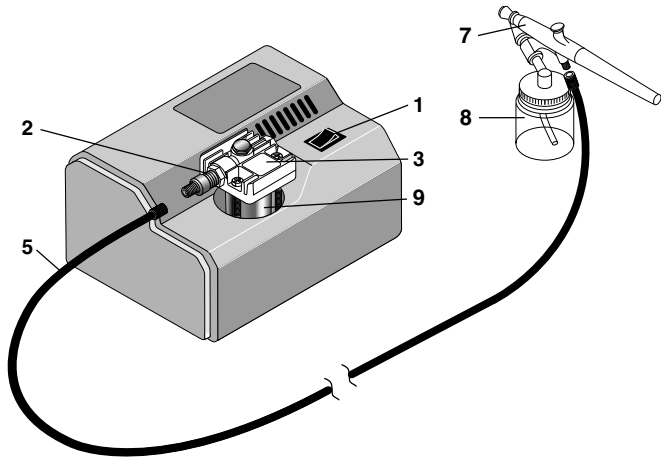

Fig. 1
3. Farbbehälter **8** Fig. 1 an die Airbrush **7** anschließen. Kompressor einschalten.
Nicht den Zylinder **9** Fig.1 berühren.
Den Luftfilter **3** Fig.1 nicht zudecken.
2. Den Farbbehälter **8** Fig. 1 mit klarem Wasser auffüllen und so lange sprühen, bis keine Farbreste mehr vorhanden sind.